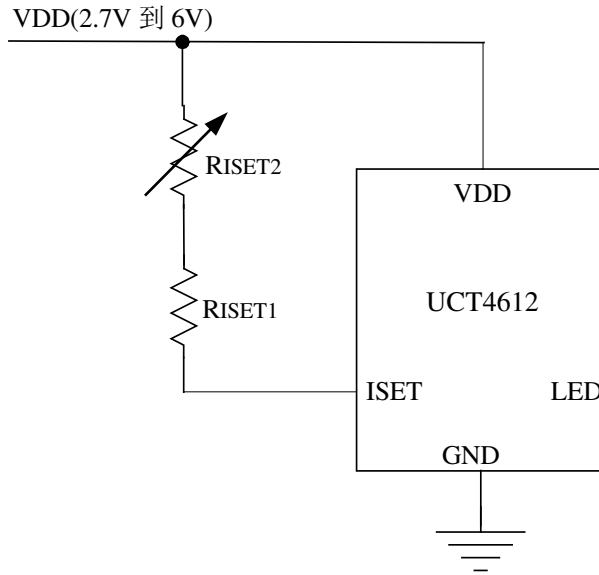

图 7 用可变电阻调整发光二极管的亮度
3. 用可变电阻调整发光二极管的亮度（如图7所示）
用一个可变电阻可以连续调整发光二极管的亮度,如图7所示。 R_{ISET1} 设置了流经LED管脚的最大电流,